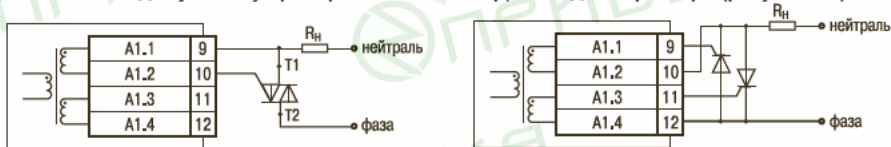

Рисунок 3.5
3.1.1.5 Импульсный трансформатор имеет две вторичные обмотки, что позволяет подключать к каждому каналу прибора либо симистор, либо два тиристора (рисунок 3.5).